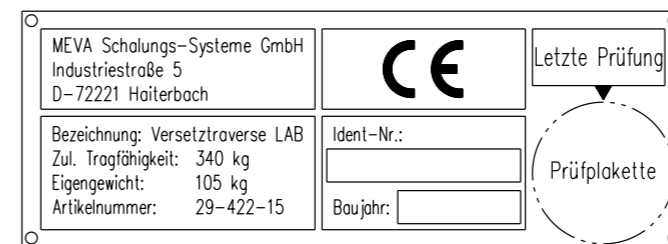

Fig. 8
- La plaque d'identification (Fig. 8) doit être disponible et lisible.